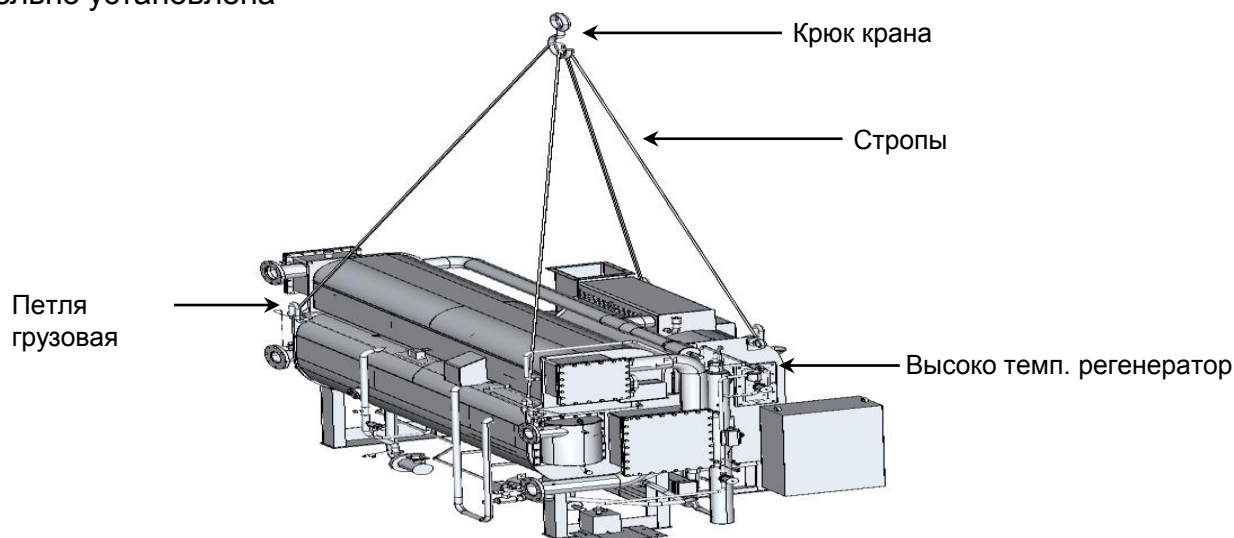

Рисунок 5. Перемещение машины при помощи крана
■ Соблюдайте баланс машины при подъеме. Длина строп должна быть как можно меньше. В начале поднимите оборудование на высоту не более 0,5 м и проверьте, что оно выровнено. Каждая стропа должна быть равномерно натянута. При перемещении с использованием крана, для предотвращения избыточного механического натяжения закрепите стропы как показано на рис. 5.